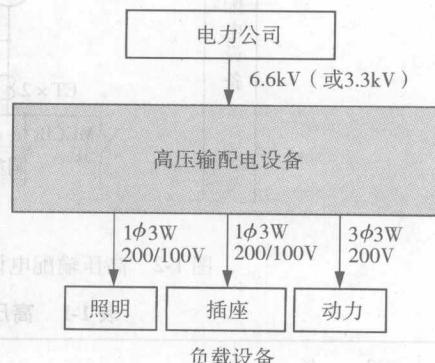

图 1-1 高压输配电设备的概念
高压输配电设备指用于接受电力公司高压（6.6 kV 或 3.3 kV），将其变压为负载设备工作电压（100V、200V 等）①，并向各负载设备配电的电气设备，包括分段负荷开关、断路器、隔离开关、变压器、控制装置、计量保护装置、低压配电柜等。高压输配电设备概念见图 1-1。